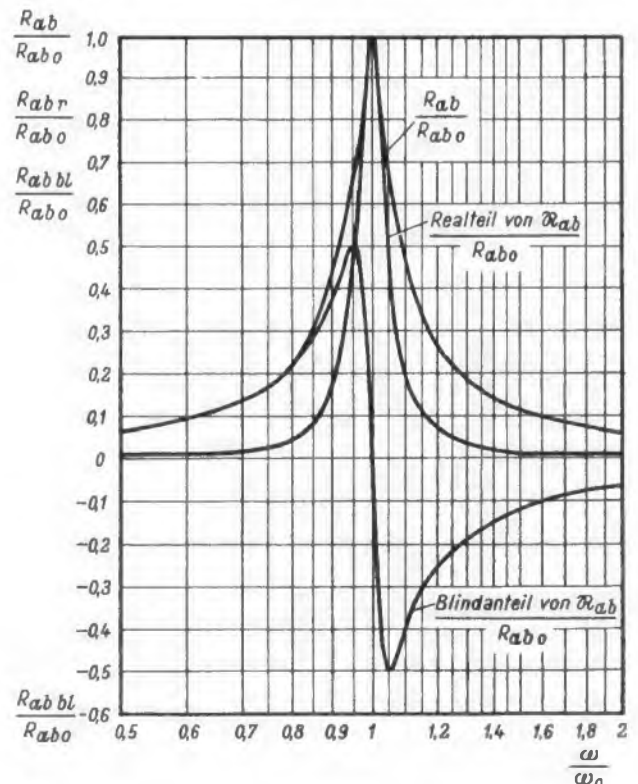

Bild 7. Frequenzgang des Scheinwiderstandes, seiner Wirk- und Blindkomponente ( $d = 10\%$ )
In Bild 7 ist der durch die Formeln (22) und (23) bestimmte Verlauf des Realteiles und des Blindteiles vom Parallelwiderstand  $\mathfrak{R}_{ab}$  für eine Dämpfung von 10% als Beispiel gezeichnet.
Man beachte, daß der reelle Anteil gleich dem Blindanteil des halben Resonanzwiderstandes bei  $\frac{\omega}{\omega_0} = 0,95$  und  $\frac{\omega}{\omega_0} = 1,05$  ist. Die Phasenverschiebung von  $45^\circ$  tritt also dann auf, wenn  $\frac{\omega}{\omega_0} - \frac{\omega_0}{\omega} = 0,1$ , d. h. die Verstimmung = 0,1 ist. Im vorliegenden Beispiel war eine Dämpfung von 10% = 0,1 zugrunde gelegt. Daraus folgt, daß die Phasenverschiebung von  $45^\circ$  bei der Verstimmung, die gleich der Dämpfung ist, erreicht wird. Der Kreiswiderstand  $R_{ab}$  ist dann an dieser Stelle auf  $\sqrt{(0,5 R_{ab 0})^2 + (0,5 R_{ab 0})^2} = 0,7 R_{ab 0}$  gesunken (Bild 7).
Bild 7 gilt auch für den Serienkreis. Zu berücksichtigen ist: